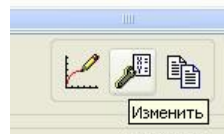

рис.96
- В ответ внизу этого окна станут активными все пиктограммы (рис.96).